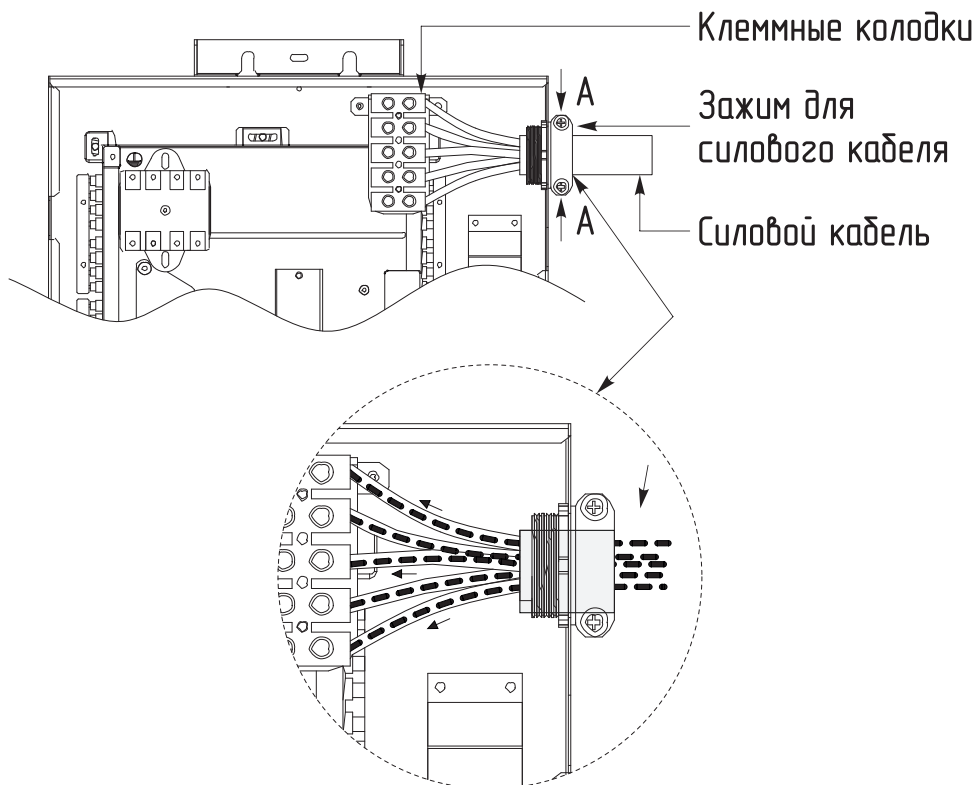

Рис.16 Заведение силового кабеля в ZOTA JOY 36 кВт
Ослабьте зажим силового кабеля в точках **А** **Рис.16**, затем протяните силовой кабель через зажим, как показано на **Рис.16**.
4. Зафиксируйте кабель питания прикрутив и затянув фиксатор кабеля (для моделей ZOTA JOY 7-9 кВт 220 В и 9-12 кВт 380 В), либо затянув сальник кабеля питания (для моделей ZOTA JOY 15-24 кВт, 380 В), либо затянув зажим силового кабеля в точках **A Рис.16** (для ZOTA JOY 36 кВт, 380 В);